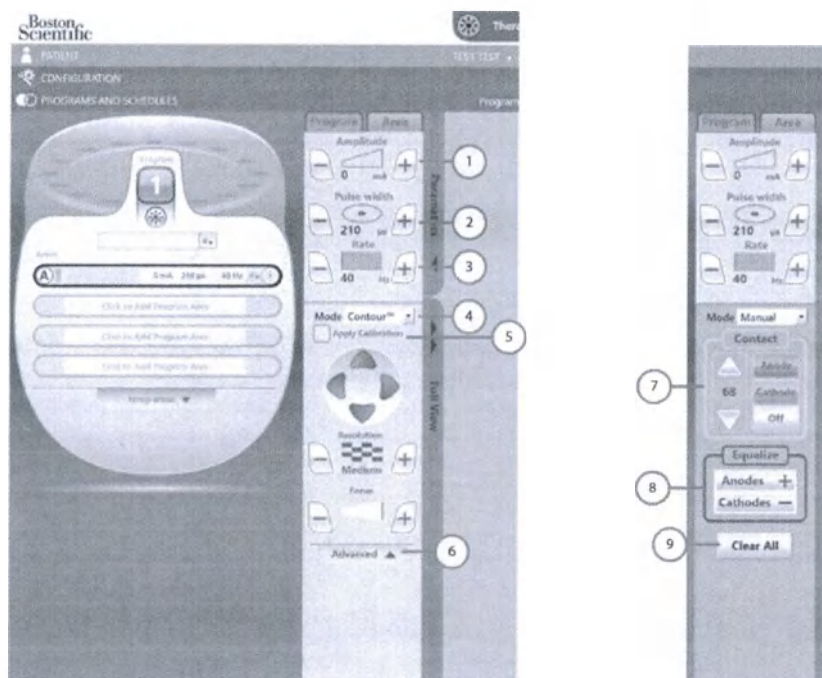

Рисунок 19. Панель параметров
4. Выберите контакт или корпус ИГИ и укажите полярность с помощью регулятора полярности (см. Рисунок 19).
8. Вручную направьте ток, воспользовавшись регулятором процентного значения (см. Рисунок 19).